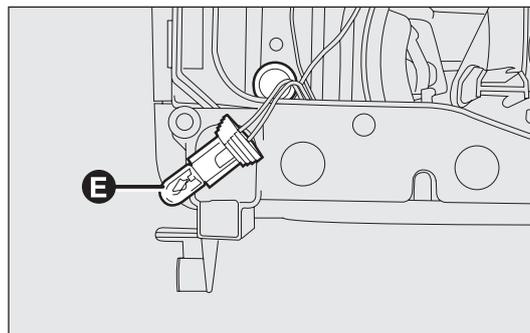

fig. 143
- extraiga la lámpara fundida E-fig. 143 e introduzca la lámpara nueva.